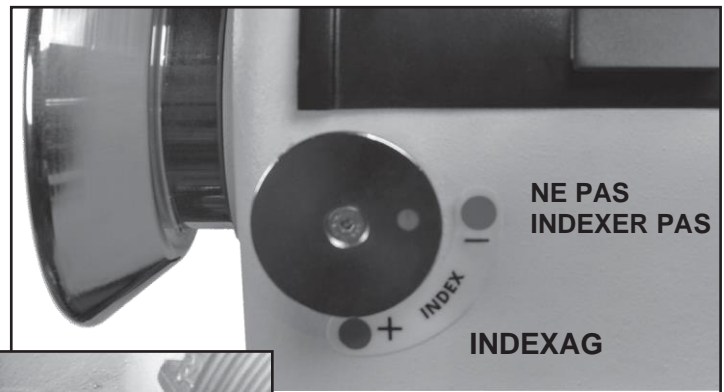

FIG. 20
Idéalement situé à l'avant de la poupée, l'assemblage de la broche d'index (FIG.20 et 21) est utilisé pour maintenir et positionner la broche pour effectuer un travail de motif précis et espacé sur des projets tels que la cannelure droite, le rainurage, le perçage, la sculpture de détail, le bois graver des motifs et disposer des dessins. Voir page 17 pour plus d'informations.
- Tournez le bouton d'indexation (FIG. 20) de la position 'sans indexation' (point rouge -) vers la 'position d'indexation' (point vert +). Cela insérera l'arbre de la broche d'indexation dans l'un des trous de la poulie de broche, verrouillant la broche en place.